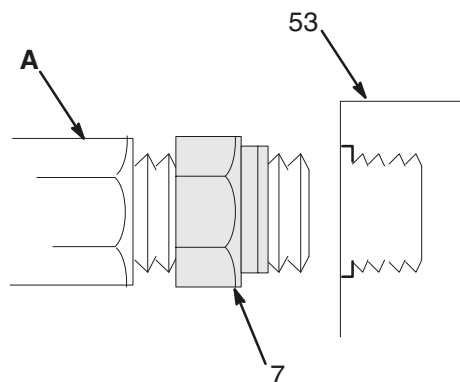

Рис. 1
ПРИМЕЧАНИЕ. В комплект двигателя входит уплотнение диаметром 1 дюйм npt (7) в пластиковом пакете. Навинтите уплотнение на резьбу фитинга (А) гидравлической линии возврата. Ввинтите фитинг в верхний корпус (53) и затяните с необходимым усилием. Затем затяните уплотнение (7) относительно двигателя, чтобы обеспечить надежное уплотнение. См. рис. 1.